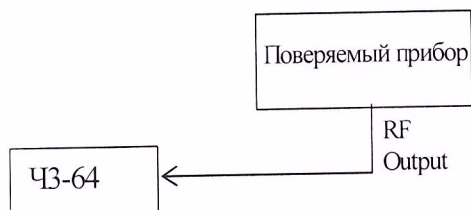

Рисунок 2. Определение погрешности установки несущей частоты
5.3.2.1. Подсоединить к выходу поверяемого прибора частотомер (рис. 2).